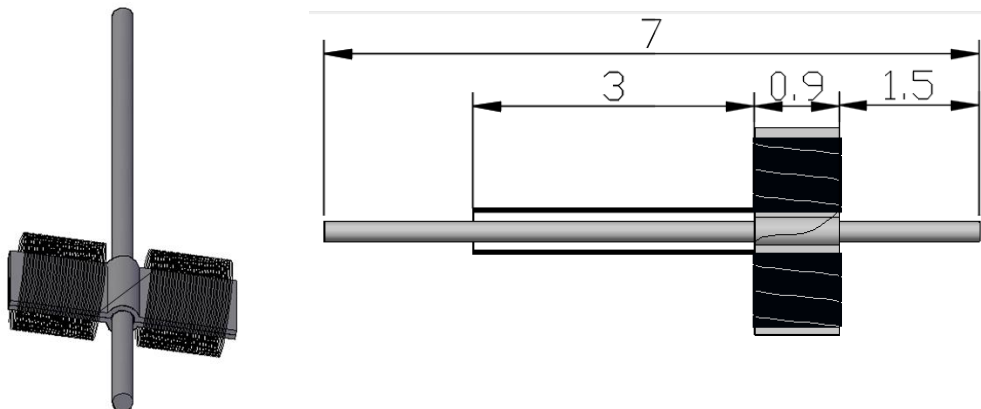

Figura 4.5. Vista en perspectiva y vista superior de la armadura montada en el eje.
-Coloque el eje del motor en entre las dos mitades de la armadura, es recomendable poner soldadura de estaño o pegamento para que estén fijas. Véase figura 4.5.